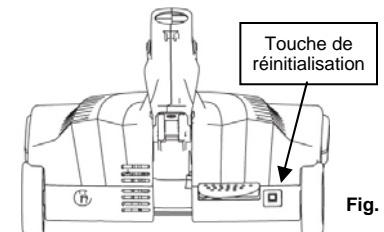

Fig. 23
8. Appuyez sur le bouton de réinitialisation situé à côté du déclencheur de poignée. Ceci réinitialisera le disjoncteur. (Fig. 23)